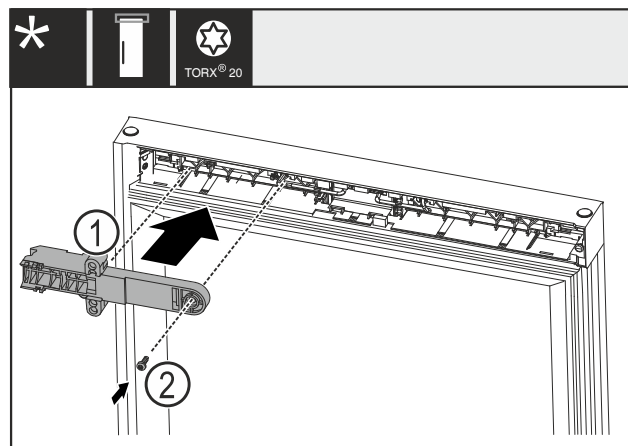

Fig. 26
- ▶ Rotiți piesa de fixare a încuietorii Fig. 26 (1) cu 180° și montați-o pe partea opusă.
- ▶ Fixați piesa de fixare a încuietorii Fig. 26 (1) cu șurubul Fig. 26 (2).
- Fixați piesa de fixare a încuietorii Fig. 26 (1) cu șurubul Fig. 26 (2).